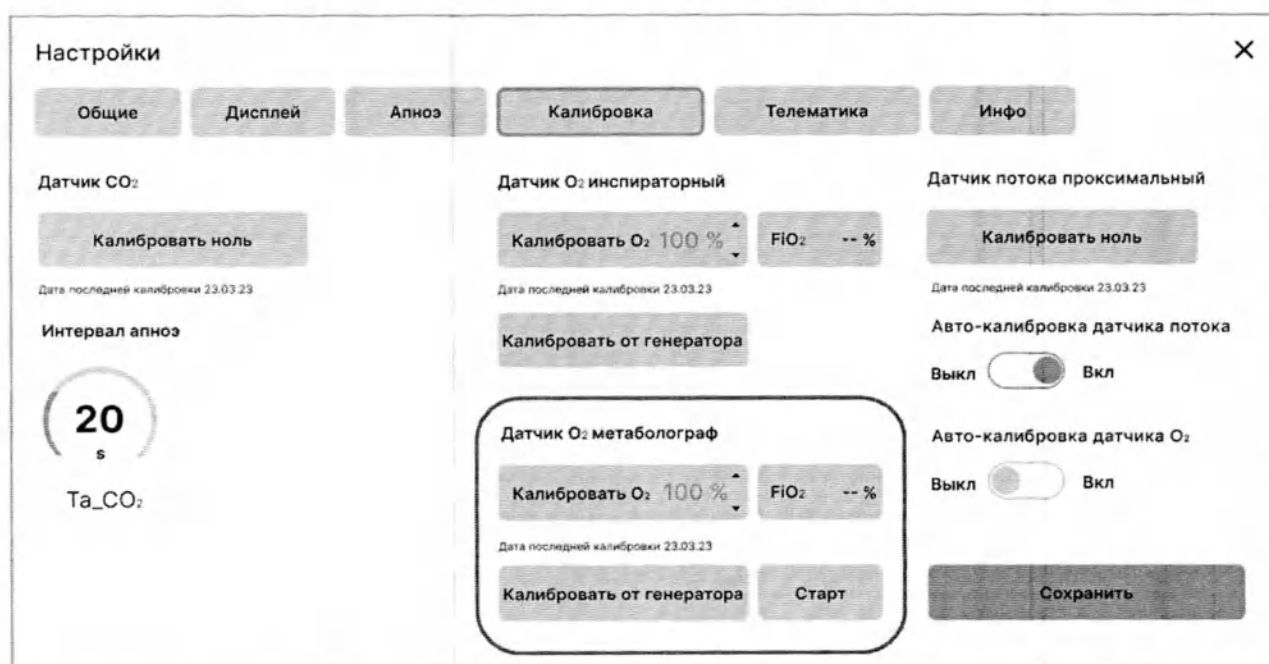

Рисунок 4.9 – Калибровка датчика кислорода метабологафа
- 6 Выведите на экран меню **Настройки** → **Калибровка** → **Датчик O₂ метабологаф** (см. рисунок 4.9).